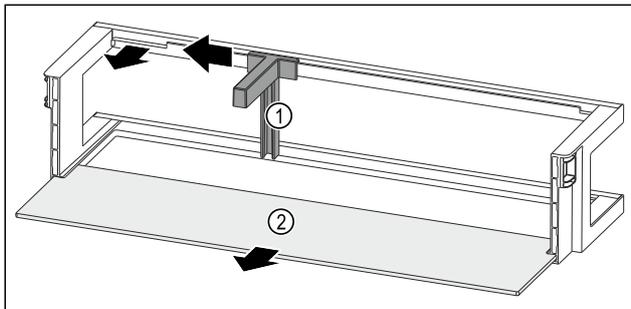

Fig. 144 带瓶托和搁板的门边存放架
- ▶ 将瓶托 Fig. 144 (1)推至槽边。
- ▶ 取出瓶托 Fig. 144 (1)。
- ▶ 取出搁板 Fig. 144 (2)。